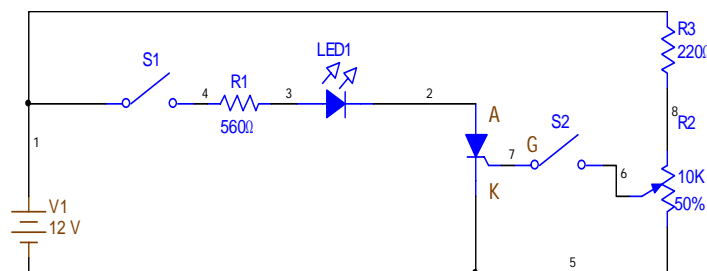

Figura 10.
- d) Construya el circuito mostrado en la figura 10.